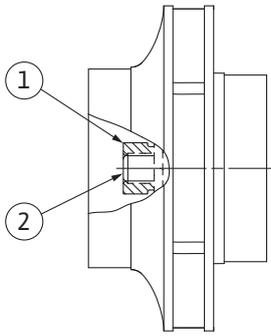

Fig. 107: Σωστή θέση του παξιμαδιού πτερωτής μετά την εγκατάσταση
8. Κρατήστε τον άξονα σταθερό με γερμανικό κλειδί (άνοιγμα 22 mm) και σφίξτε το παξιμάδι της πτερωτής με την καθορισμένη ροπή εκκίνησης (βλέπε πίνακα "Ροπές εκκίνησης" [► 29]). Το παξιμάδι (Fig. 107, θέση 1) πρέπει να είναι ευθυγραμμισμένο με το άκρο του άξονα με ανοχή περίπου $\pm 0,5$ mm (Fig. 107, θέση 2). Εάν αυτό δεν ισχύει, λύστε το παξιμάδι και επαναλάβετε τα βήματα 4 έως 8.